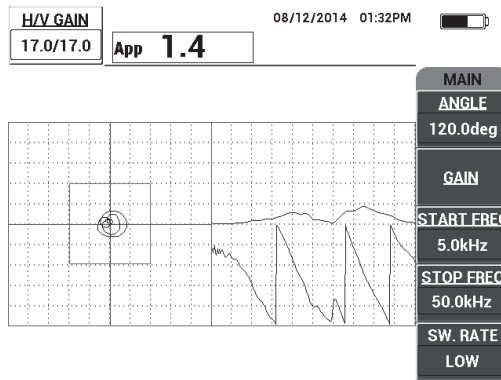

Рис. 6-57 Изображение развертки между двумя делениями
1. Установите преобразователь на бездефектную часть образца, нажмите клавишу **GAIN (dB)** и настройте **УСИЛ**, так чтобы изображение развертки находилось между двумя делениями внутри квадрата сигнализации (см. Рис. 6-57 на стр. 176).